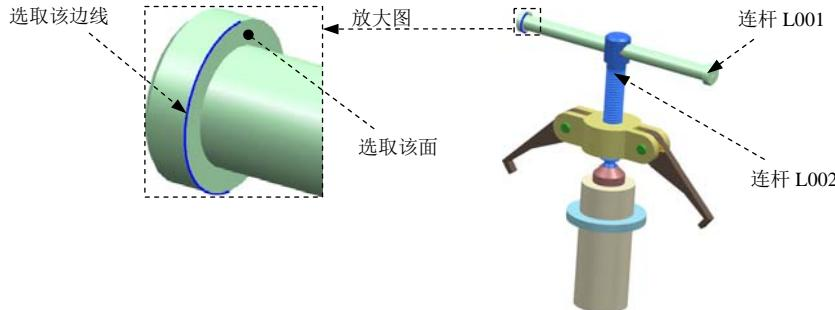

图 10.6.10 定义共线连接
(2) 选择连杆。选取图 10.6.10 所示的连杆 L002。
(3) 定义原点及矢量。在“运动副”对话框的指定原点下拉列表中选取“圆弧中心” 选项，在模型中选取图 10.6.10 所示的圆弧为定位原点参照；选取图 10.6.10 所示的面作为矢量参考面。
(4) 添加啮合连杆。在“运动副”对话框的基本区域中选中 喷合连杆复选框，单击选择连杆 (0)，选取连杆 L001。
(5) 定义啮合连杆原点及矢量。在“运动副”对话框基本区域的指定原点下拉列表中选取“圆弧中心” 选项，在模型中选取图 10.6.10 所示的圆弧为定位原点参照；选取图 10.6.10 所示的面作为矢量参考面。
(6) 单击应用按钮，完成第五个运动副的添加。